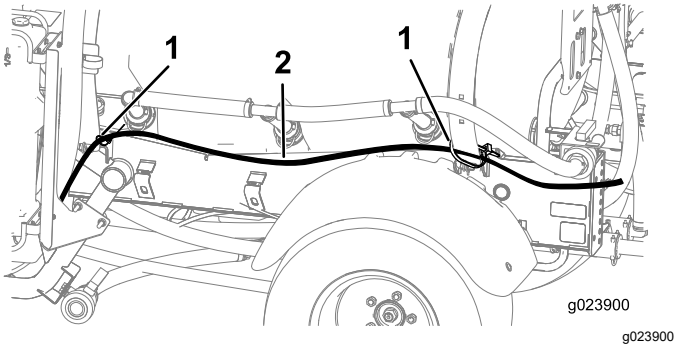

Figura 16
- Enrute las 2 mangueras de espuma desde los brazos hacia adelante, por el lado de la máquina donde está instalado el soporte de montaje (Figura 16).